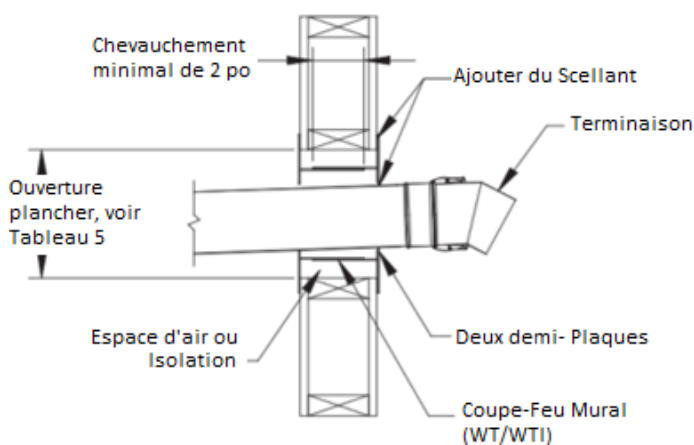

Figure 4 - Pénétration du mur
1. Avant l'installation, déterminez l'emplacement approprié du Coupe-Feu Mural (WT) ou du Coupe-Feu Mural Isolé (WTI) de sorte qu'une pente minimale de 1/4" (6 mm) par pied soit maintenue dans la section horizontale du conduit pour assurer une bonne écoulement de condensation.
3. Installez la Coupe-Feu Murale (WT ou WTI) en insérant la plus grande des deux pièces sur l'appareil (côté intérieur). Voir la figure 4.